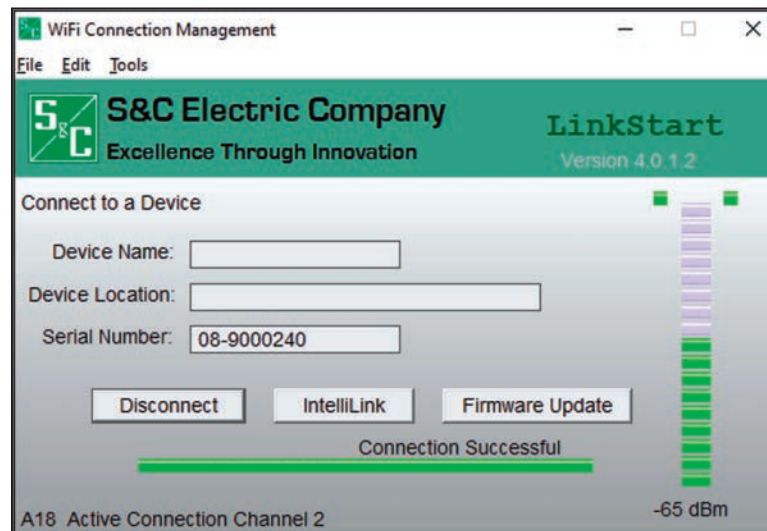

Figura 25. Indicación de conexión finalizada con éxito.
**PASO 5.** Cuando la conexión se haya realizado correctamente, haga clic en el botón **Firmware Update (Actualizar Firmware)**. Ver Figura 25.